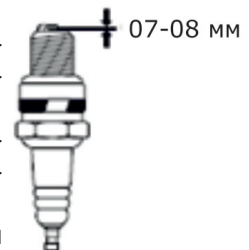

Рис. 34
- Проверьте величину зазора между заземляющим и центральным электродами, используя специальный щуп. При необходимости установите зазор 0,7 – 0,8 мм (рис. 34).